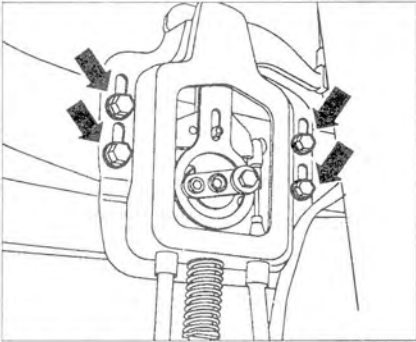

Рис. 8.29. Ослабьте болты (стрелки) и переместите скользящий опорный кронштейн вперед.
- 3. Ослабьте болты (стрелки) и переместите скользящий опорный кронштейн вперед (рис. 8.29).
11. Ослабьте болты (стрелки) и переместите скользящий опорный кронштейн вперед (рис. 8.29).